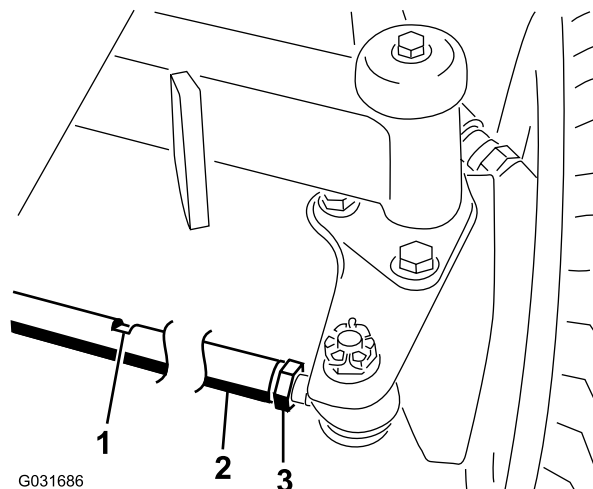

Figura 46
2. Allentate il controdado da ciascun lato del tirante (Figura 46).